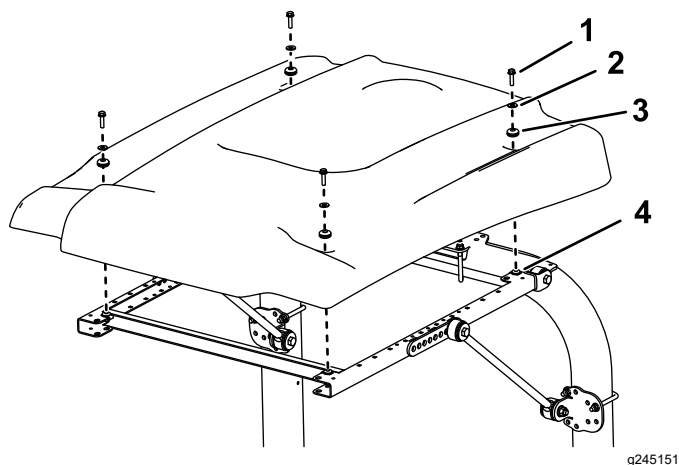

Рисунок 42
9. Выравнивая монтажные отверстия, расположите солнцезащитный навес на раме, как показано на Рисунок 42.
10. Установите каждый угол солнцезащитного навеса на раму с помощью болта с фланцевой головкой (5/16 x 1¼ дюйма), малой шайбы и уплотнительной втулки, не затягивая их (Рисунок 42).